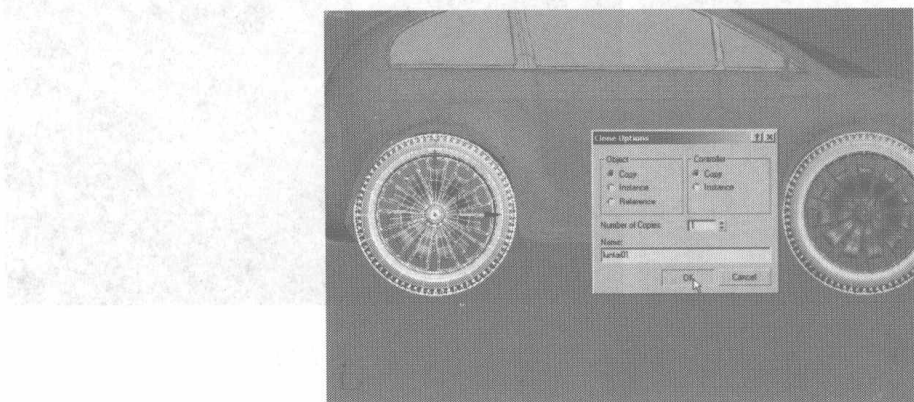

图 7.299
- 50 选择车轮，按住 Shift 键，将物体沿着 X 轴移动，在弹出的快捷菜单中设置参数，单击 **OK** 按钮，复制一个车轮，然后调整到合适的位置，如图 7.299 所示。